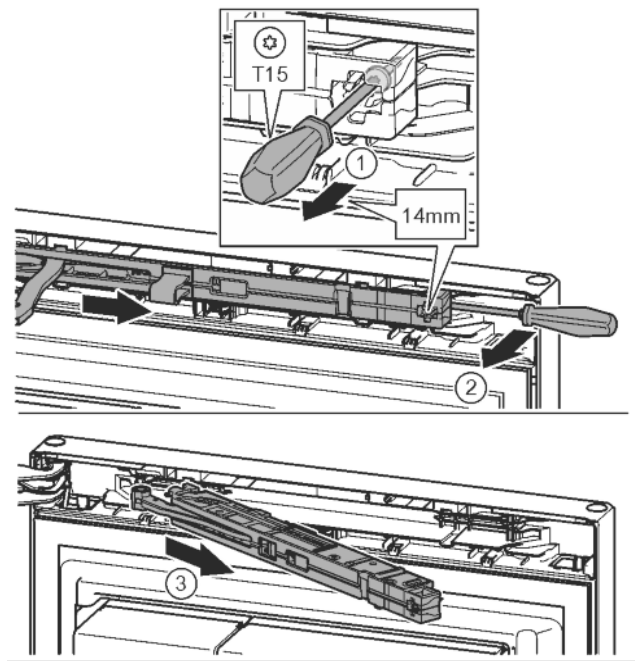

Fig. 10
- ▶ С отвертка T15 отвийте винта на блока на затварящия демпфер с ок. 14 mm. Fig. 10 (1)
- ▶ От страната на дръжката вкарайте отвертка зад блока на затварящия демпфер и завъртете напред. Fig. 10 (2)
- ▶ Издърпайте блока на затварящия демпфер. Fig. 10 (3)